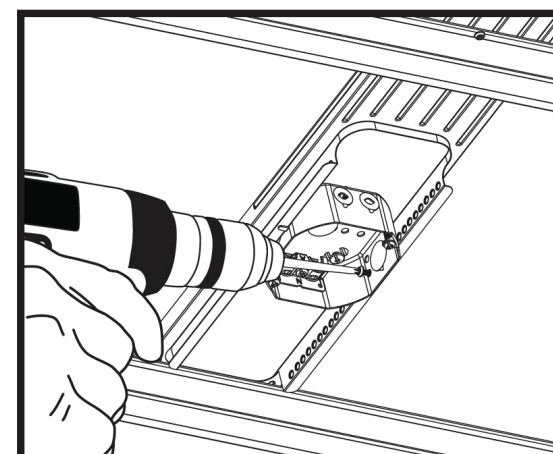

Figure 5
7. Finalisez l'installation en fixant la boîte au support à l'aide de 4 vis pour structure de métal, soit 2 de chaque côté de la boîte (Figure 5).